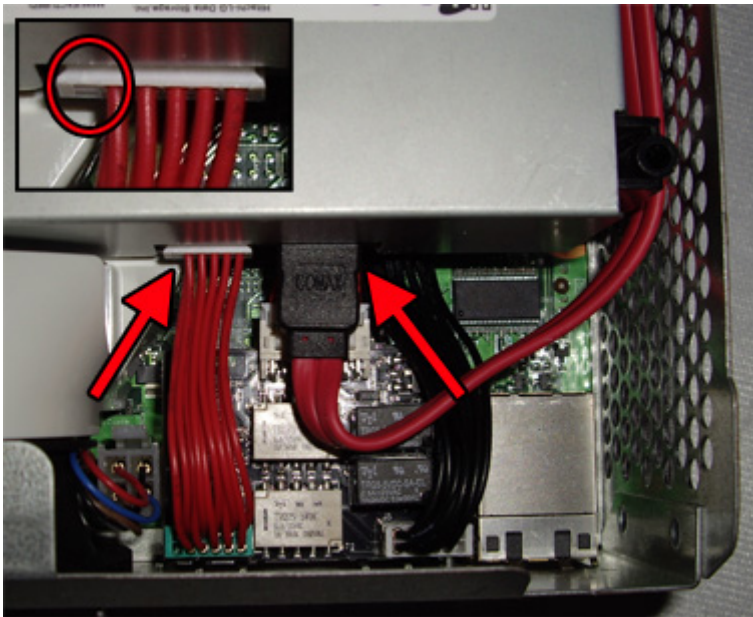

Imagen 5B
15. Conectamos ahora a la parte trasera del lector los cables correspondientes teniendo en cuenta la posición de los conectores (imagen 5B). Debemos tener especial precaución ya que una mala colocación de los cables podría dañar seriamente la consola.